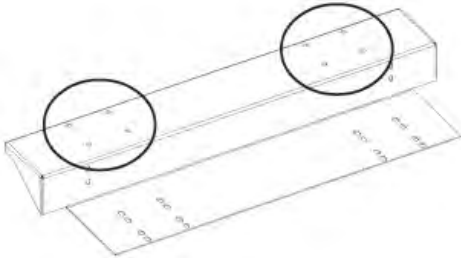

Figura 4
5. Ajuste las ruedas en las agarraderas (figura 4); instale las dos ruedas giratorias con freno en el lateral del dispositivo de control del equipo y las ruedas sin frenos en el lateral del cliente. Utilice los pernos hexagonales de 5/16 de pulgada, las arandelas de retención de 5/16 de pulgada, las tuercas de 5/16 de pulgada y las arandelas de 5/16 de pulgada (utilice dos arandelas por cada perno, una en la parte inferior de la agarradera y otra en la parte superior) incluidas. La figura 5 muestra la instalación final.